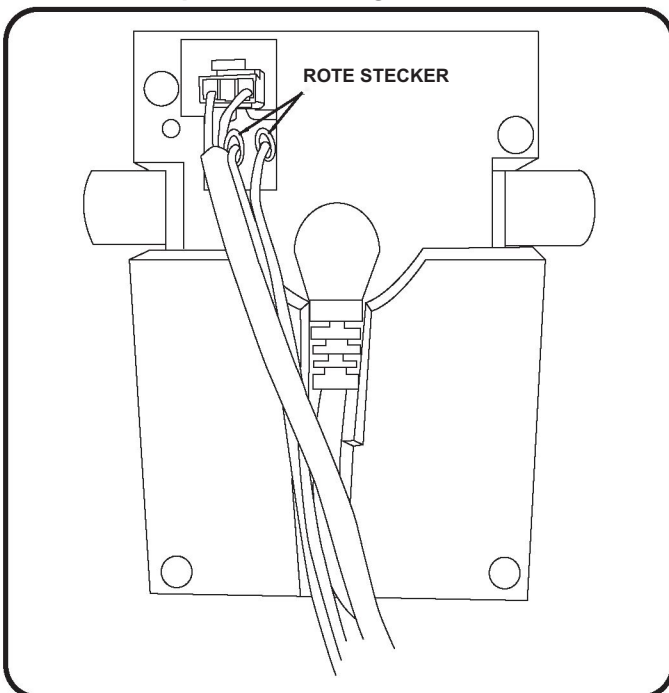

Abbildung 6.2 Sicherheitsschalter-Stecker
2. Wenn die Motoren nicht synchron sind, ziehen Sie einen der beiden roten Stecker des Sicherheitsschalters von der Motorsteuerungsbox ab (**Abb. 6.2**).
4. Schließen Sie den roten Stecker des Sicherheitsschalters wieder an die Motor-Kontrollbox an (**Abb. 6.2**).